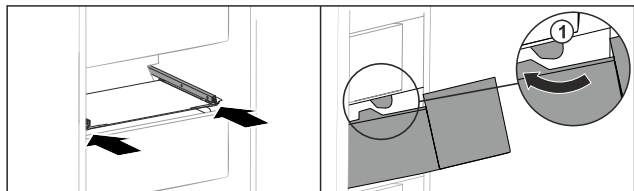

Fig. 140
- Guider le tiroir en contournant les butées Fig. 140 (1).